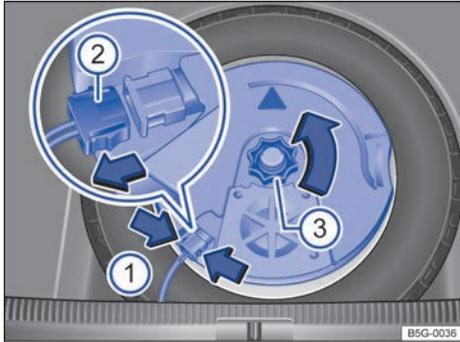

Fig. 147 En el maletero: desmontar el subwoofer (variante 1).
- Para desbloquear el conector → fig. 147 (2), comprima las pestañas de encastre → fig. 147 (flechas 1).
- Desacople el conector (2) en el sentido de la flecha y deje el cable a un lado.
- Desenrosque la ruedecilla (3) en el sentido de la flecha.
- Acople el conector → fig. 147 (2) hasta que encastre de forma audible.
- Enrosque la ruedecilla (3) en el tornillo prisionero en el sentido contrario al de la flecha hasta que el subwoofer quede bien fijado.